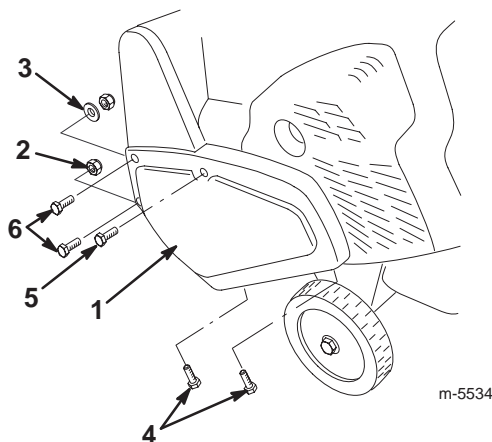

Bild 26
4. Nehmen Sie die Befestigungselemente ab, mit denen die Antriebsriemenabdeckung am Rahmen der Schneefräse befestigt ist (Bild 26). Legen Sie die Riemenabdeckung zur Seite.